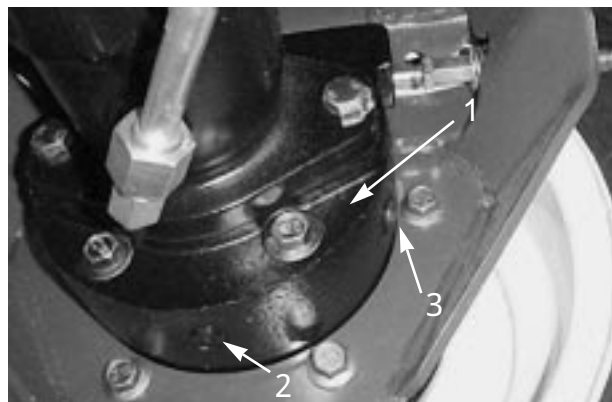

図 52
3. ホイールの反対側のブレーキ・ハウジング（図 52）の下にも容器を置く。